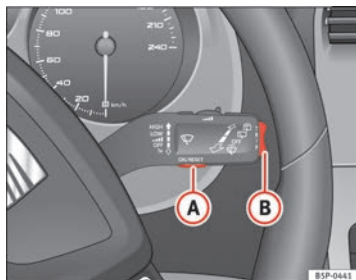
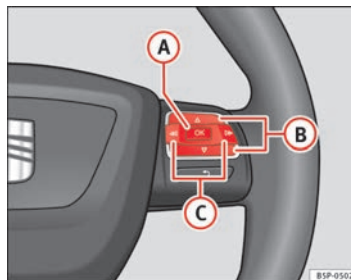

Abb. 43 Scheibenwischerhebel: Taste A zum Bestätigen von Menüpunkten und Wippe B zum Wechseln der Menüs
Abb. 44 Bedienelemente am Lenkrad: Taste A zum Bestätigen der Menüpunkte und Tasten B zum Wechseln der Menüs
- Zum Aufrufen des Menüs „Einstellungen“ drücken Sie die Taste **C** ⇒ Seite 66, Abb. 44, bis die entsprechende Anzeige am Display erfolgt. Nun befinden Sie sich in diesem Menü.
- Zum Umschalten zwischen den Speichern drücken Sie bei eingeschalteter Zündung kurz die Taste **A** ⇒ Seite 66, Abb. 43 ⇒ Seite 66 am Scheibenwischerhebel oder die Taste **OK** am Multifunktionslenkrad ⇒ Seite 66, Abb. 44 ⇒ Seite 66. ▶
In der Multifunktionsanzeige können Sie durch Betätigen der Wippe **(B)** ⇒ Seite 66, Abb. 43 ⇒ Seite 66 am Scheibenwischerhebel oder durch Drücken der Taste **(Δ)** bzw. **(▽)** ⇒ Seite 66, Abb. 44 am Multifunktionslenkrad* die folgenden Daten abfragen.